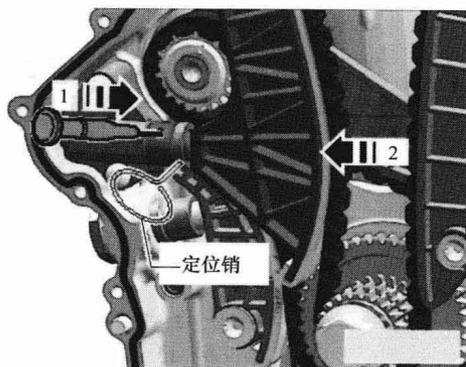

图 1-1-6
(7) 沿图 1-1-6 所示箭头方向用划线针或合适的螺钉旋具 1 插入链条张紧器的孔中，
- (14) 拆除图 1-1-6 所示的张紧器定位销。
- (15) 再次拧紧轴承盖的安装螺栓。
- (16) 安装凸轮轴控制阀。
- (17) 其余的组装工作（如机油泵驱动链条的安装）以与拆卸相反的顺序进行。